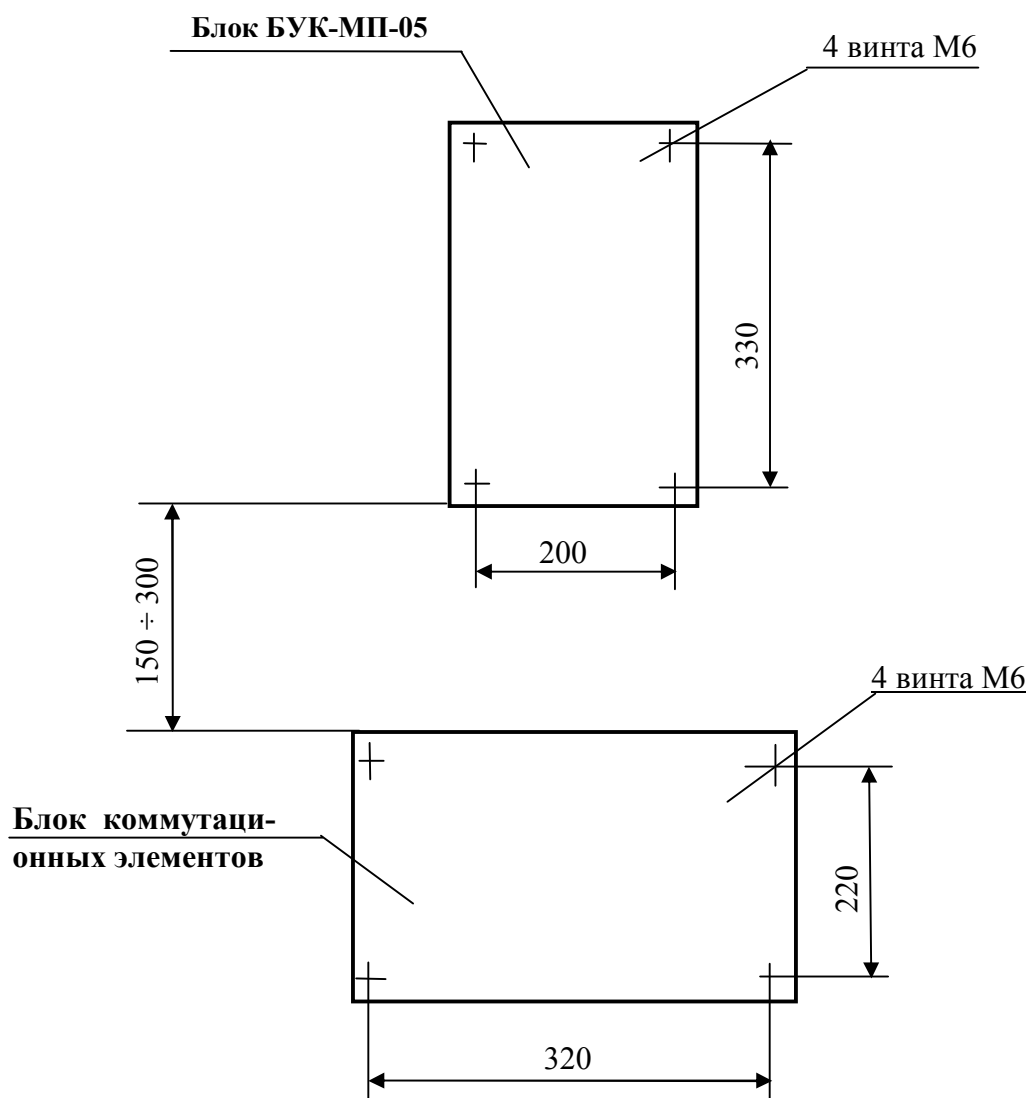

Рис. 1. Разметка под установку блока БУК-МП-05 и блока коммутационных элементов.
2.2.1. Блок БУК-МП-05 устанавливается на вертикальной плоскости (щите) на высоте 1500-1700 мм от уровня пола. Блок коммутационных элементов (для подключения внешнего монтажа) располагается на расстоянии 150 – 300 мм ниже блока (см. рис.1).